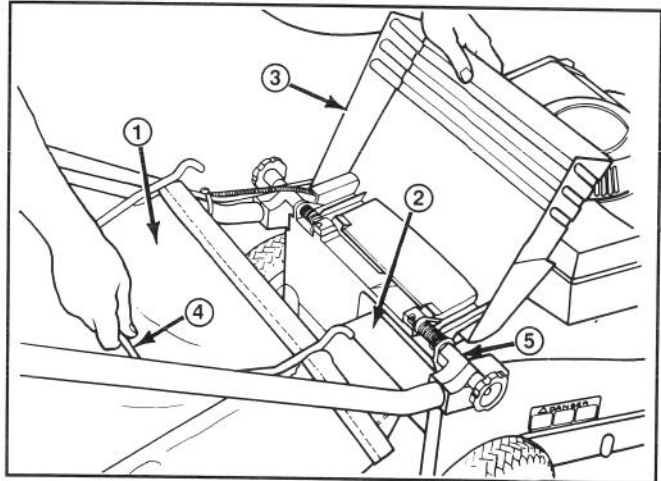
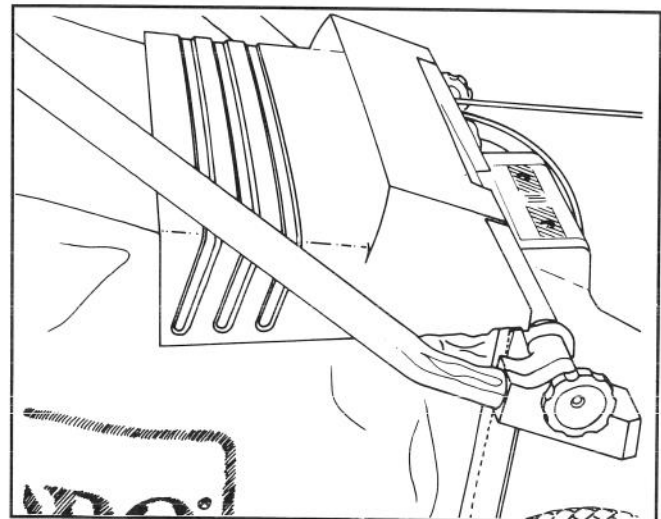

Figure 11
Figure 12
2. INSTALLATION DU SAC—Soulever le volet d'éjection, glisser le rail attaché au sac dans l'ouverture d'éjection et accrocher le cadre du sac sur la portion arrondie des supports de montage (fig. 11). Laisser le volet d'éjection reposer sur le dessus du sac (fig. 12).